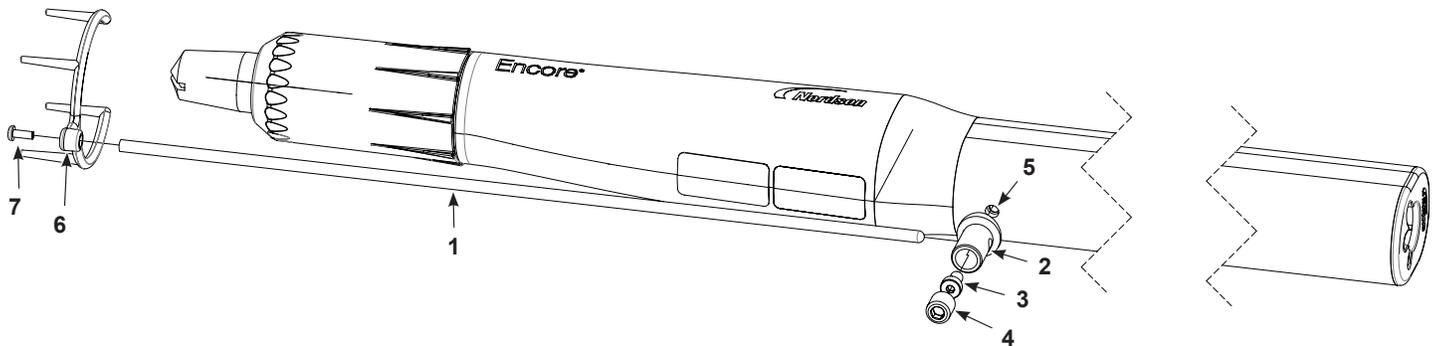

Abbildung 3-6 Ionensammlerinstallation – Sprühhapplikator für Rohrmontage (zur besseren Übersichtlichkeit sind einige Teile nicht abgebildet)
1. Siehe Abbildung 3-6. Die Führung (2) mit der M5 x 10 Innensechskantschraube (3) an der Erdungsplatte befestigen.
2. Den Sammelstab (1) in die Führung stecken und mit dem M10×10-Gewindestift mit Nylonspitze (4) sichern.
3. Die Mehrfachspitze (6) mit der M3 x 8 Schraube (7) am Sammelstab befestigen. Die M3 Schraube mit 0,6 Nm (6 in-lb) festziehen.